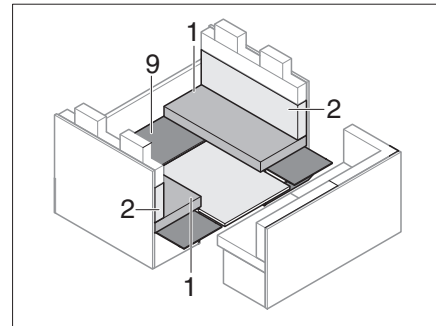

Fig. 193 Durante la transformación
- Colocar de nuevo la subestructura (Fig. 193,9).